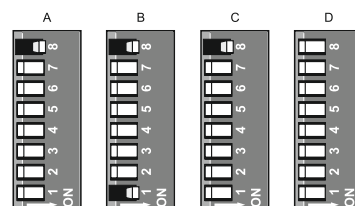

Abb. 4.1.1
2. Betätigen Sie den Dip-Switch, indem Sie den Hebel 8 und dann den Hebel 1 in die Position **ON** bringen, wie in der Abbildung 4.1.1 dargestellt.